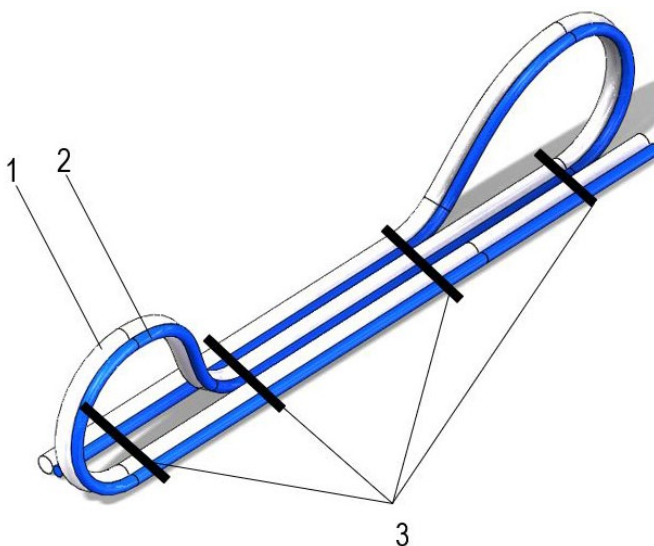

Abb. 132: Verlegung der Leitungen mit Kabelbinder
→ Die HF-Leitung (2) und die Potentialausgleichsleitung (1, falls vorhanden) parallel führen. Maximal zwei Schlaufen legen und im geeigneten Abstand die Leitungen mit Kabelbinder (3) fixieren (siehe Abb. 132 und Abb. 133).
Die dargestellte Anzahl von zwei Schlaufen dürfen nicht überschritten werden (siehe Abb. 132 und Abb. 133).